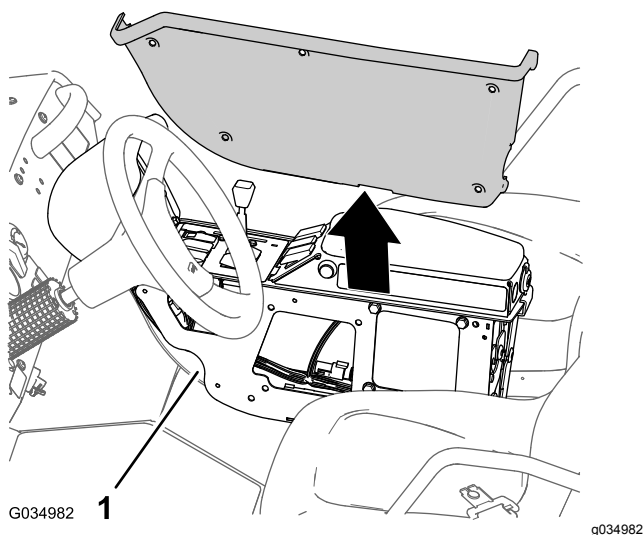

Figure 113
3. Déposez le couvercle de la console centrale (Figure 113).